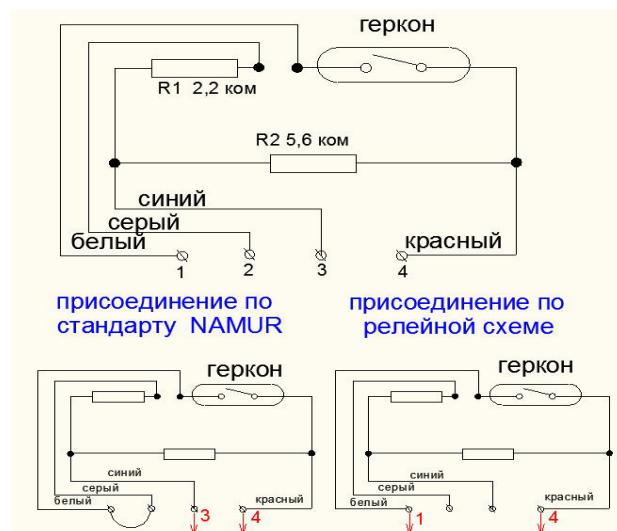

Рис. 4. Схема импульсного выхода.
7.2. Импульсный выход решен по 4-х проводной схеме (*см. рис. 4*), что позволяет подключать счетчик как к обычным релейным считающим устройствам, так и к устройствам, поддерживающим стандарт NAMUR (DIN EN 50227, DIN 192234). Стандарт NAMUR предусматривает возможность контроля считающим устройством обрыва провода и короткого замыкания. Для этого в цепь геркона включены два дополнительных сопротивления.